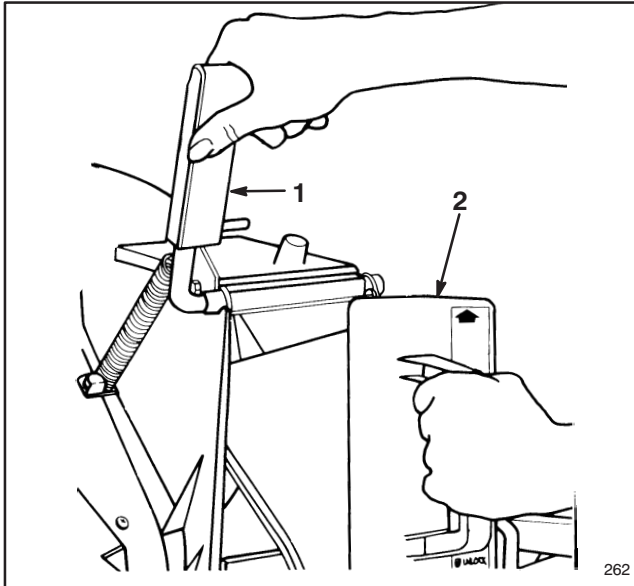

Abbildung 11
1. Sicherstellen, daß Motor ausgeschaltet ist. Die Auswurfklappe öffnen, indem man den Griff nach vorne zieht und die Klappe nach hinten bewegt (Abb. 11). Griff der Auswurfklappe festhalten, damit die federbelastete Klappe nicht zuspringt, während der Mulcheinsatz eingeführt wird.
2. Da der Mulcheinsatz etwas breiter als die Öffnung des Auswurfkanals ist, muß der Mulcheinsatz beim Einsetzen etwas im Uhrzeigersinn gedreht werden (Abb. 11). Sicherstellen, daß der Pfeil auf dem Aufkleber nach oben zeigt.